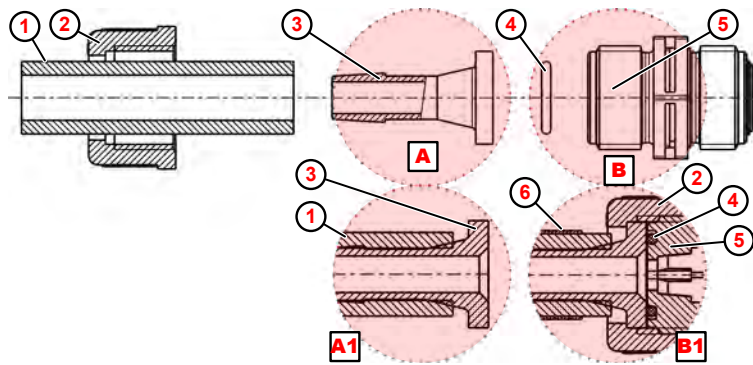

Afb. 18: Buis- slangaansluiting met kegeldeel
1. ➤ Slang (Afb. 18 , ①) recht afsnijden.
2. ➤ Wartelmoer ② over slang ① schuiven.
3. ➤ Spandeeel ③ over slang ① schuiven.
4. ➤ Slang ① tot aan de aanslagboord op kegeldeel ④ schuiven (detail Ⓐ1).
5. ➤ Spandeeel ③ richting kegeldeel ④ schuiven tot weerstand merkbaar is.
6. ➤ O-ring ⑤ in groef van zuig-, resp. drukklep ⑥ plaatsen.
7. ➤ Wartelmoer ② aandraaien (detail Ⓑ1).